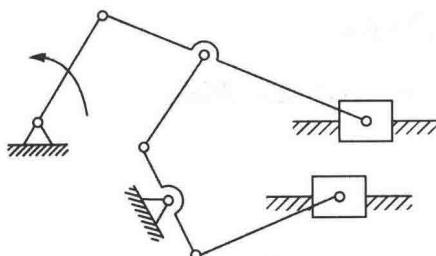
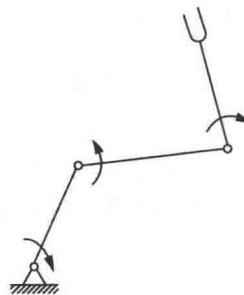

图 1-2-9 发动机机构
图 1-2-17 机械手
1-5 至 1-13 指出机构运动简图(图 1-2-9~图 1-2-17)中的复合铰链、局部自由度和虚约束，计算各机构的自由度。
解：(1) 图 1-2-9 所示机构的自由度为
(9) 图 1-2-17 所示机构的自由度为